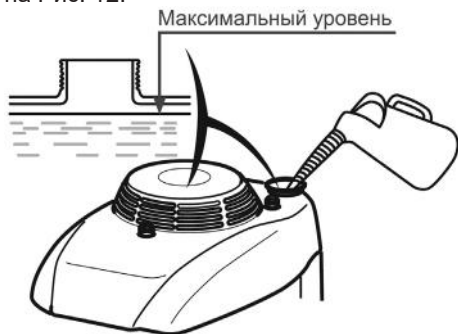

Рис. 12. Максимальный уровень топлива в топливном баке
Максимальный уровень топлива показан на Рис. 12.
3. Залейте бензин в топливный бак при помощи специальной емкости или воронки до уровня, показанного на Рис. 12.